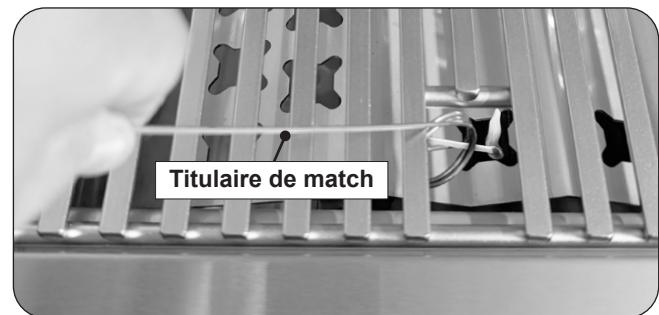

Fig. 34-2 - Éclairage manuel
**ATTENTION:** Attendez toujours cinq (5) minutes le gaz pour se dégager après que n'importe quelle tentative non réussie d'éclairage.
2. Insérez soit un brûlant long baril briquet au butane, un match à longue tige de brûlure, ou une allumette en feu détenues par un titulaire d'extension À travers les grilles de cuisson du brûleur (Fig. 34-2). Pour backburners (si équipé), maintenez la flamme contre le matériau perforé de la veilleuse.
4. Si le brûleur ne se allume pas dans les cinq (5) secondes de tourner le bouton de commande, appuyez immédiatement sur le bouton et tournez la valve sur **OFF**. ATTENDEZ CINQ (5) MINUTES avant de répéter les étapes 2 à 4 des instructions du MANUEL D'ÉCLAIRAGE.